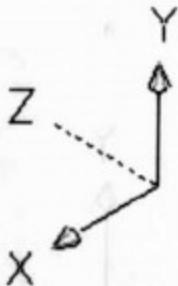

图 2-27 【主视置为】正交用户坐标系
(3) 单击 **确定** 按钮，完成正交用户坐标系的设置，图标如图 2-27 所示。